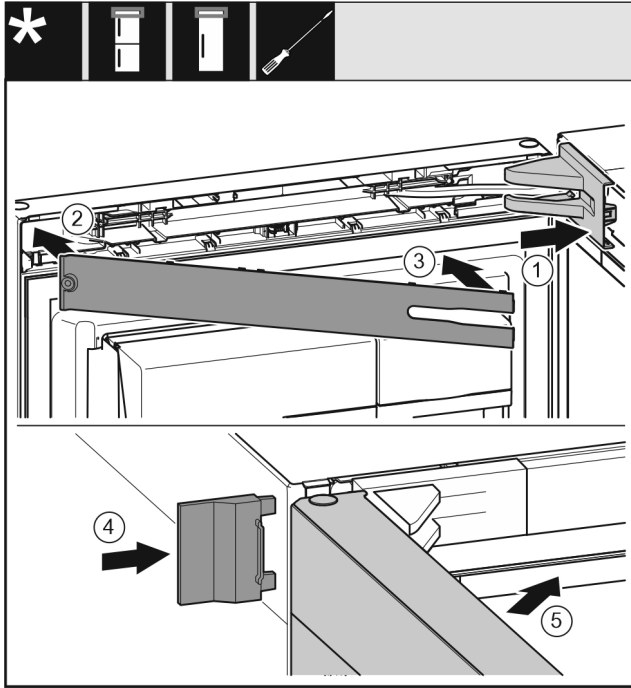

Fig. 26
- ▶ 放上并插入托架盖 Fig. 26 (1)，如有必要小心地按压分开。
- ▶ 盖上隔板 Fig. 26 (2)。
- ▶ 转入隔板 Fig. 26 (3)并卡入到位。
- ▶ 插入外盖 Fig. 26 (4)。
- ▶ 关闭冰箱上方门 Fig. 26 (5)。